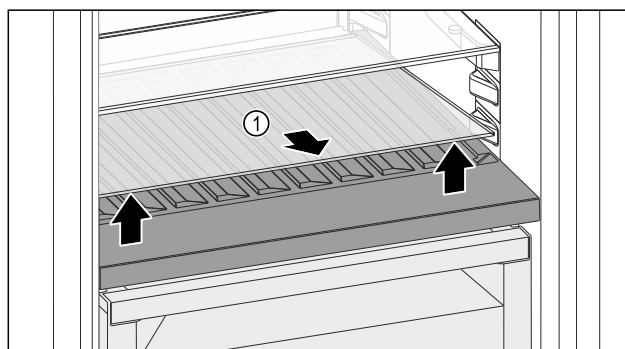

Fig. 209
- Sollevare il ripiano di vetro Fig. 209 (1) dall'incavo anteriore e rimuoverlo.
- Conservare il ripiano di vetro Fig. 209 (1) fuori dall'apparecchio in un luogo sicuro.
- Inserire il ripiano di vetro (2) sotto il vano bottiglie variabile.